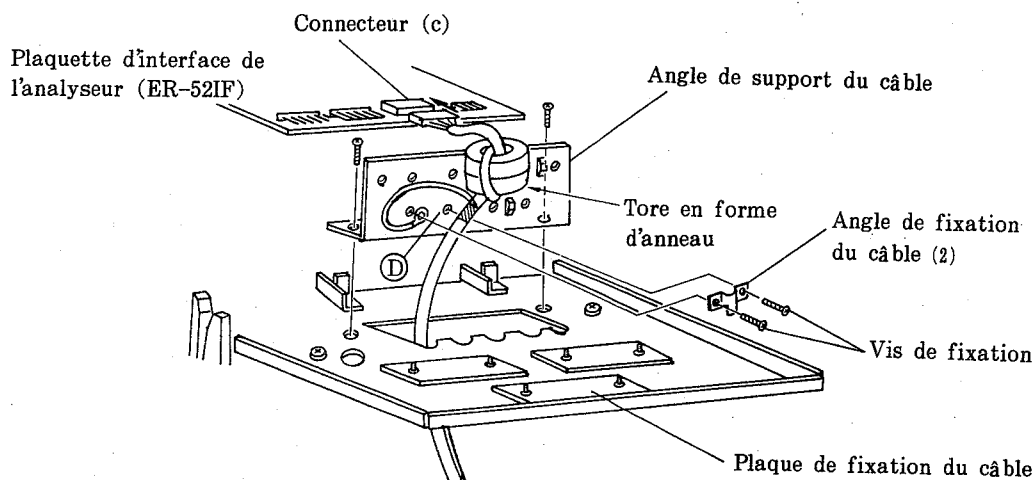

Fig. 56
- (7) Utiliser l'angle de fixation du câble (2) pour attacher le câble IO-17SC2 et le fil de mise à la terre sur la section (D) de l'angle de support du câble. (Voir la Fig. 56 ci-dessus.)
- (8) Remettre en place et fixer l'angle de support du câble à la plaque de fixation du câble.
- (9) Inverser la procédure (2) pour fixer le couvercle arrière.